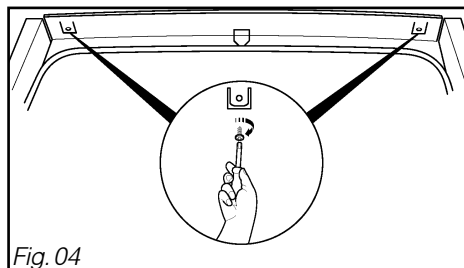

Fig. 04
- Gør opvaskemaskinen fast til bordpladen med to skruer under plastikklappen forpå (Fig. 04).